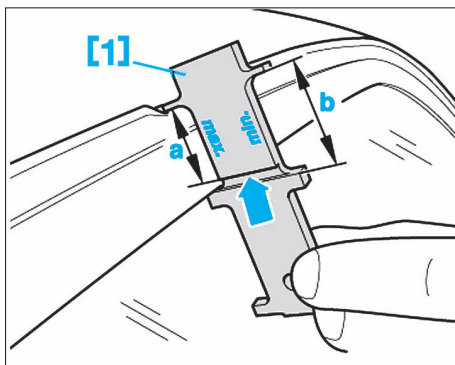

FIG. 59
• Placer le gabarit de réglage [1] sur le pavillon ou au niveau du bord supérieur des gouttières (Fig.59).